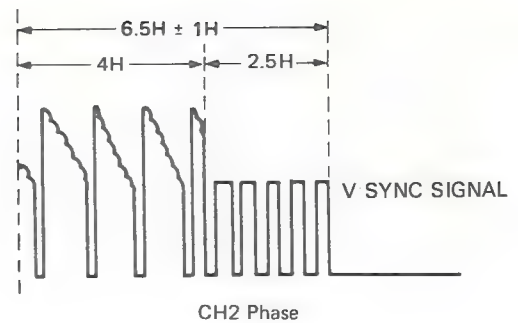

Abbildung 40
4. Die synchronisierte Steigung auf dem Oszillograph auf (+) stellen und R743 so einstellen, daß der Hinlauf des Abtastpunktes der Abbildung 40 entspricht. Als nächstes die synchronisierte Steigung auf (-) stellen und R745 so einstellen, daß das in Abbildung 40 gezeigte Ergebnis erhalten wird.